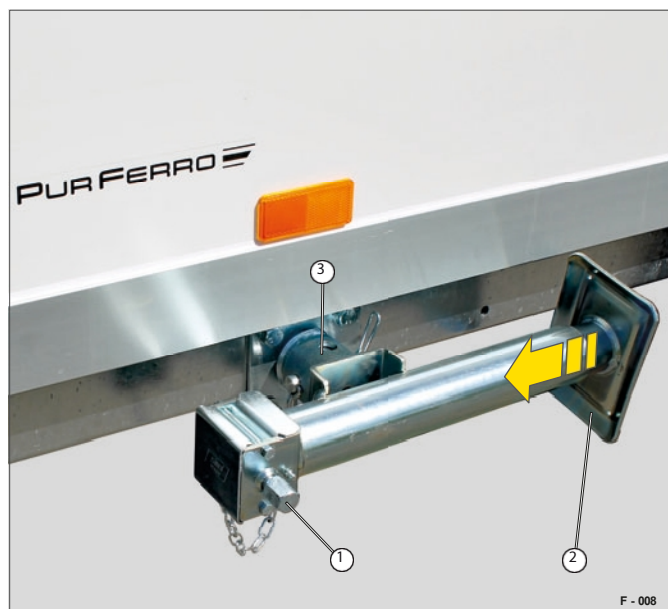

Fig. 7 Teleskopiskt vevstöd i körläge
- Innan du kör iväg, kontrollera att alla stöd är i horisontellt läge, att utjämningsfoten (Fig. 7/2) är indragen och att stöden sitter i fästet. (Fig. 7/3) är säkrade.
- Skjut in veven på vevfästet (Fig. 7/1).